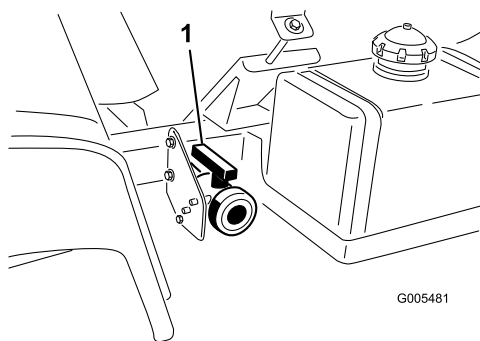

Figura 25
2. Localize a válvula de escoamento do depósito no lado esquerdo da máquina (Figura 25). Esta